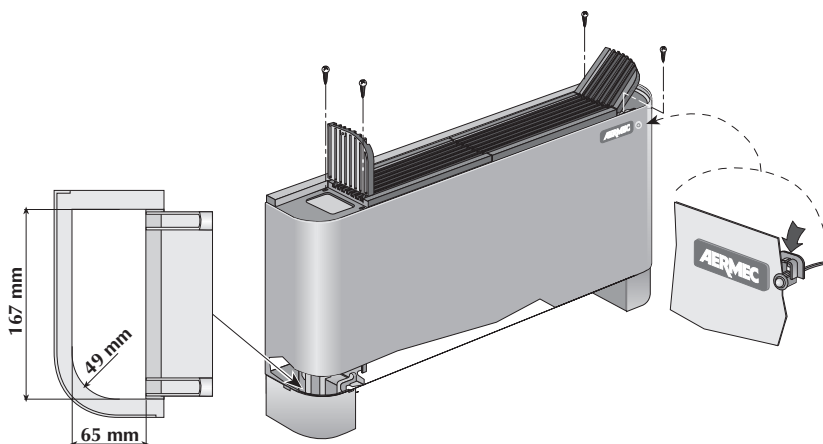

Fig. 6
- fit the ambient temperature probe SA to the housing by means of the probe lock; the probe should protrude outwards by approximately 4 mm from the housing (fig.6);
- Retirer le filtre de l'air, enlever les quatre vis (fig. 6) qui fixent l'habillage au cœur et dégager l'habillage de couverture.
- Appliquer la sonde de température ambiante SA sur l'habillage au moyen du dispositif de fixation prévu à cet effet, la sonde doit ressortir à l'extérieur de l'habillage d'environ 4 mm (fig. 6).
- Den Luftfilter herausziehen, die vier Schrauben (Abb. 6) entfernen, mit denen das Gehäuse an der Anschlussdose befestigt ist, und dann das Gehäuse abziehen.
- Den Raumfühler SA mit der entsprechenden Arretierung am Deckel befestigen. Der Temperaturfühler muss um circa 4 mm nach außen aus dem Gehäuse überstehen (Abb.6).
- applicare la sonda ambiente SA all'involucro mediante l'apposito fermasonda a corredo, la sonda deve sporgere verso l'esterno di circa 4 mm dall'involucro (fig.6).
- fit the ambient temperature probe SA to the housing by means of the probe lock; the probe should protrude outwards by approximately 4 mm from the housing (fig.6).
- *Den Raumfühler SA mit der beiliegenden Arretierung am Deckel befestigen. Der Temperaturfühler muss um circa 4 mm nach außen aus dem Gehäuse überstehen (Abb.6).*